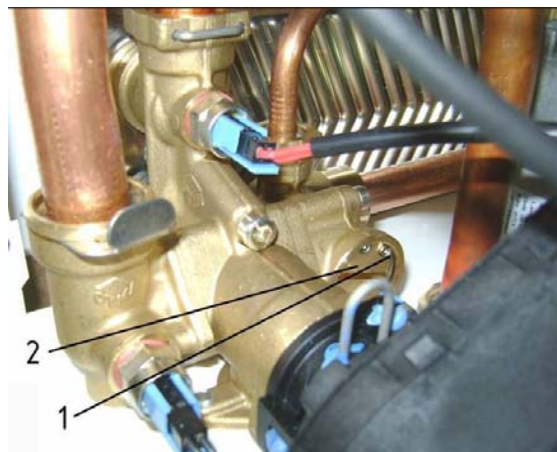

Рис. 24. Демонтаж клапана байпаса
- ✓ снять кольцо внутреннее эксцентриковое 1 (см. Рис. 24);